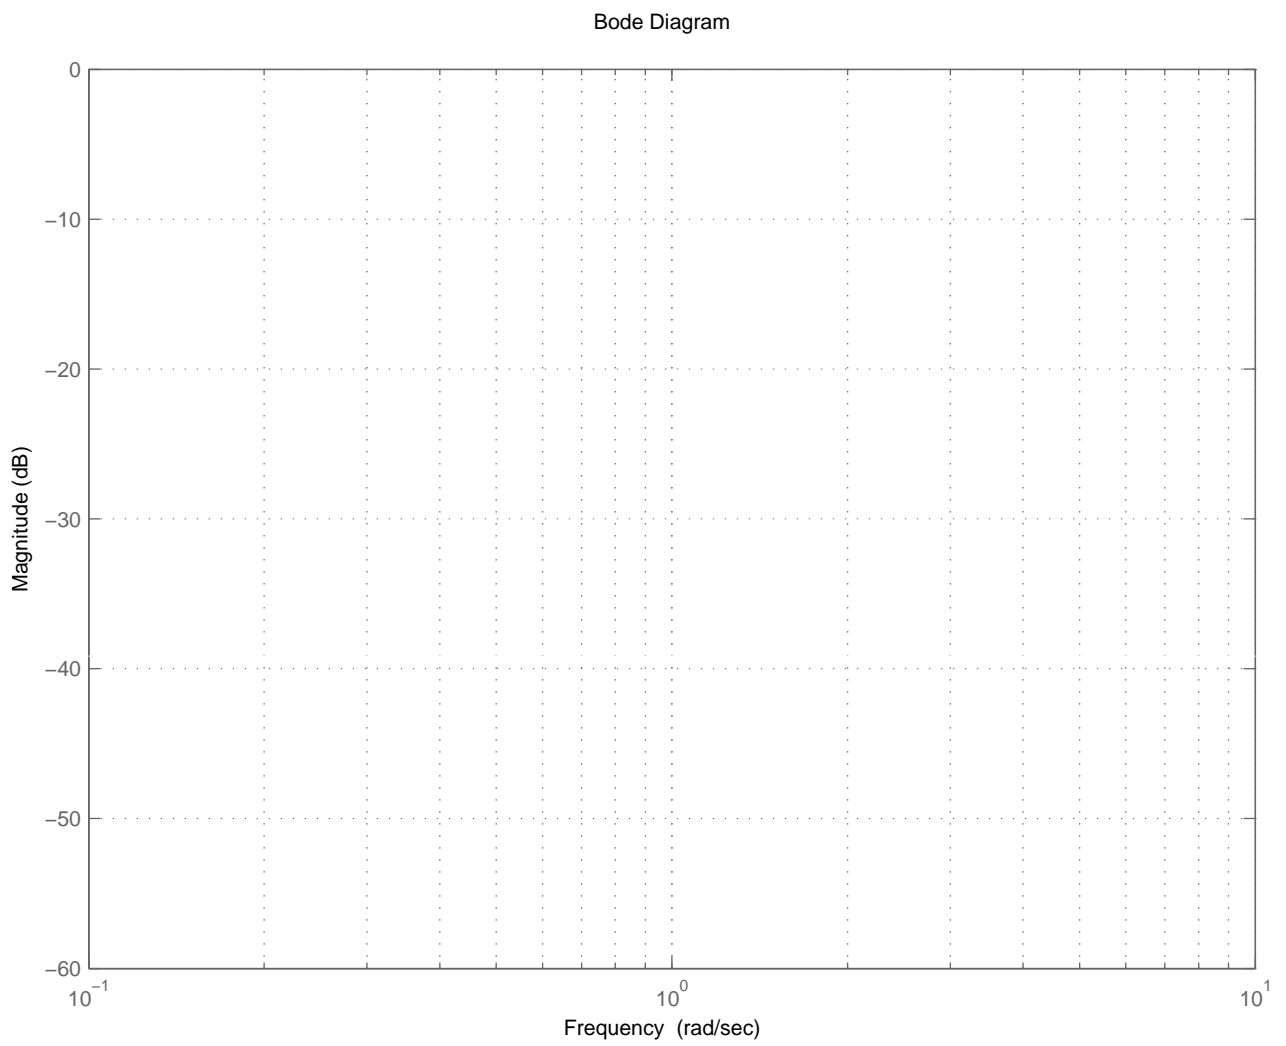

Abbildung 6: Betragsgang-Vorlage.
- iii) Die in Punkt a) entworfene Steuerung soll nun im Hinblick auf Parameterschwankungen untersucht werden. Berechnen Sie dazu die Funktionen  $S = \frac{T - T_{nom}}{T_{nom}}$  mit  $T_{nom} = R_s G_{nom}$  und  $T = R_s G$ . Zeichnen Sie den Betragsgang von  $S$  in die Bode-Diagramm-Vorlage in Abbildung 6 ein. Verwenden Sie dazu die Parameterwerte  $V_{nom} = 100$ ,  $\Delta V = 1$ . Wie können Sie die Empfindlichkeit gegenüber Parameterschwankungen verbessern?